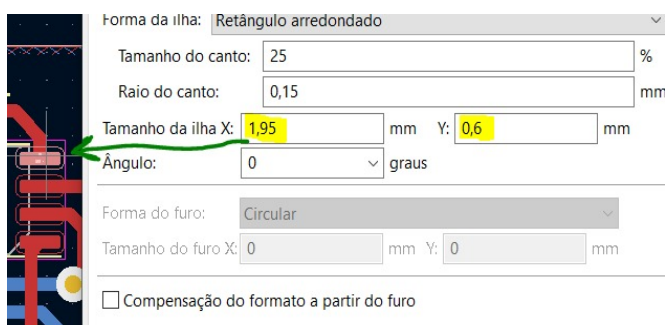

Figura 3
- Menor pad (ilha) de solda sem furo: 1,95x0,6mm(Figura 3);